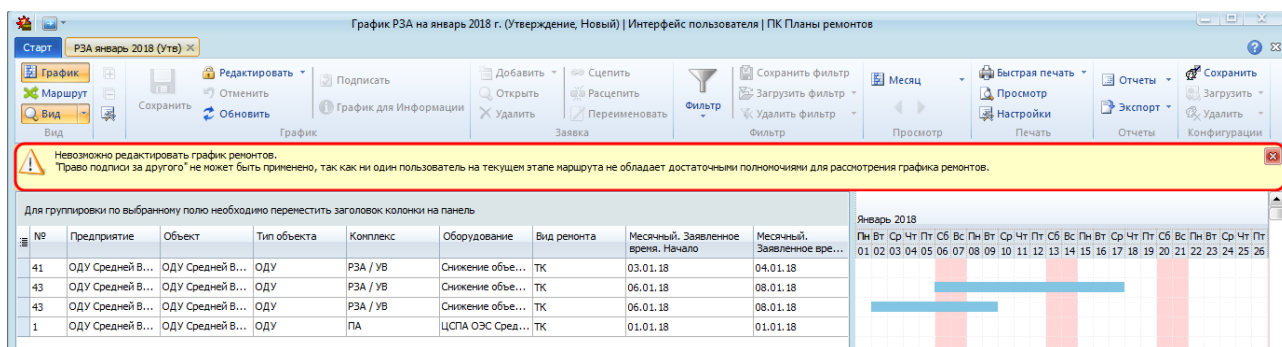

Рисунок 10.60 – Отображение информации о невозможности редактирования графика
- если пользователь обладает правом подписи за другого, но при этом ни один пользователь текущего этапа маршрута не наделен достаточными правами для рассмотрения графика, то при нажатии на кнопку « Редактировать» выводится предупреждающее сообщение (Рисунок 10.60);